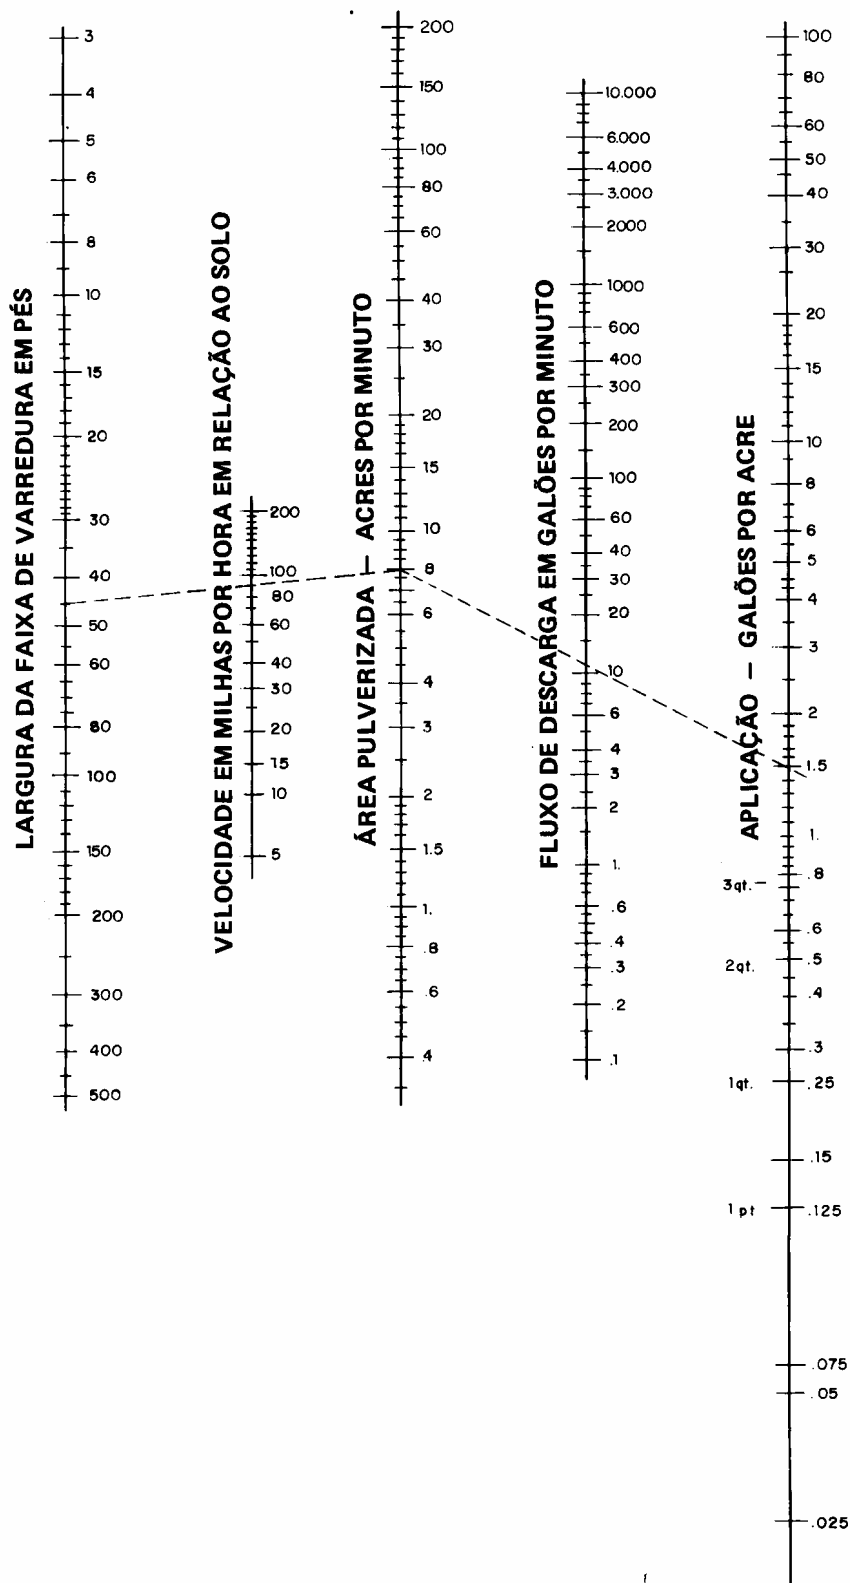

Figura 110-12. Ábaco da Calibragem de Pulverização da Aeronave
- a. Consulte no ábaco (figura 110-12) os valores de área pulverizada por minuto para obter a cobertura de acres ou hectares/minutos na velocidade indicada na largura da faixa.